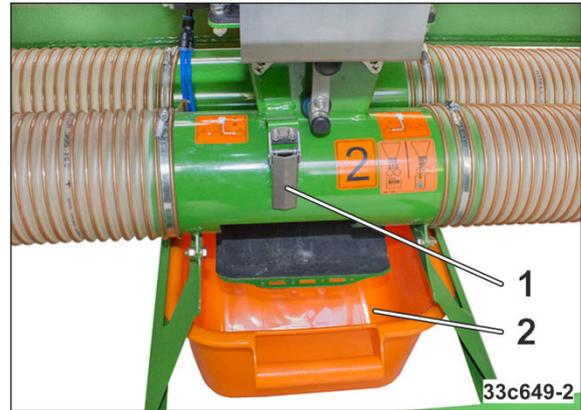

Рис. 240
3. Ослабьте оба натяжных крюка (Рис. 240/1) и откройте заслонки на обеих подающих трубах
- Посевной материал падает в поддон для установки нормы высева (Рис. 240/2).